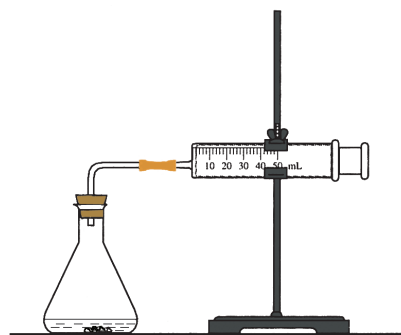

图 2-4 盐酸与大理石反应的实验装置图
1. 如图2-4所示，在锥形瓶中放入5 g大理石，加入20 mL $1\text{ mol}\cdot\text{L}^{-1}$ 盐酸。每隔10 s观测玻璃注射器中气体的体积，将实验数据记录到表2-3中。